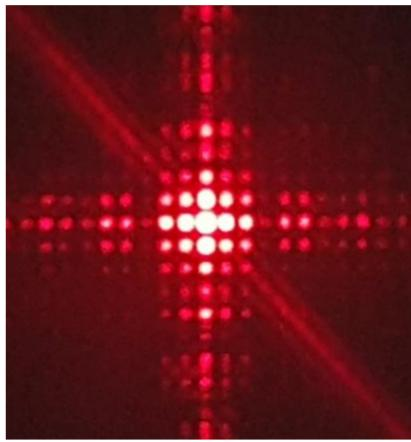
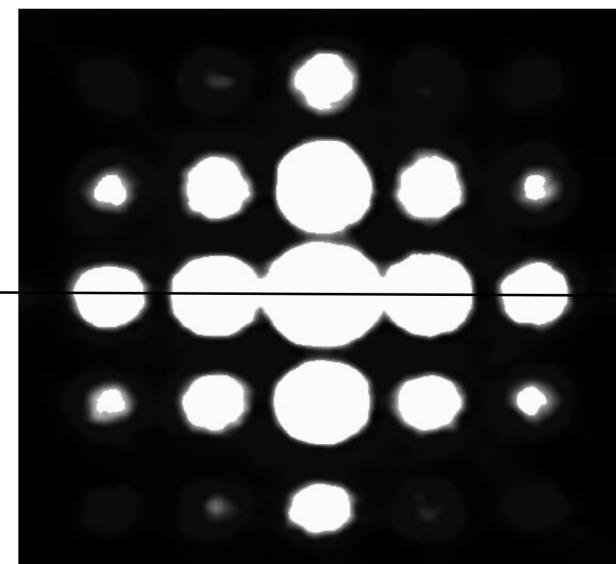

Figure 6. Figure d'interférences obtenue
Figure 7. Tache centrale de la figure d'interférences à l'échelle 1/1
- la figure d'interférences obtenue est donnée sur les figures 6 et 7.
Le centre de la figure d'interférences de la figure 6 est représenté sur la figure 7 ci-dessus à l'échelle 1/1. L'interfrange, noté i , est défini comme la distance entre les centres de deux taches lumineuses successives selon l'axe identifié sur la figure 7.